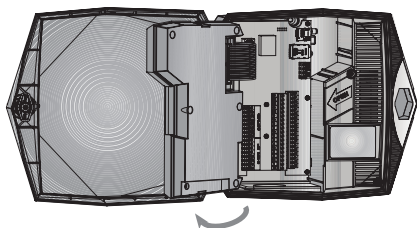

Figura 1: Tapa do controlador aberta
1. Destrave e abra a tampa do controlador (Figura 1).